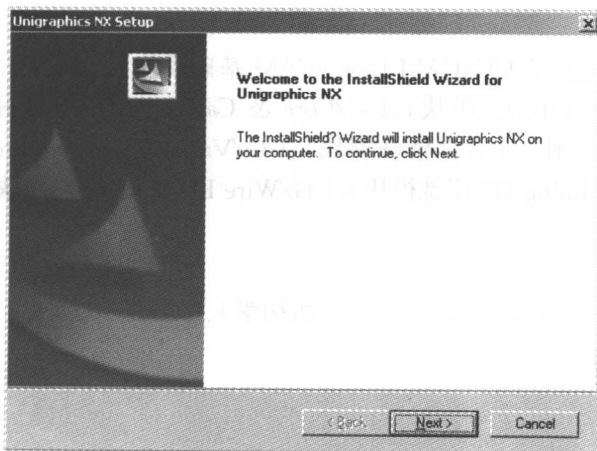

图 1-1 欢迎安装对话框
- 系统出现如图 1-1 所示的欢迎安装对话框, 单击 Next 按钮。